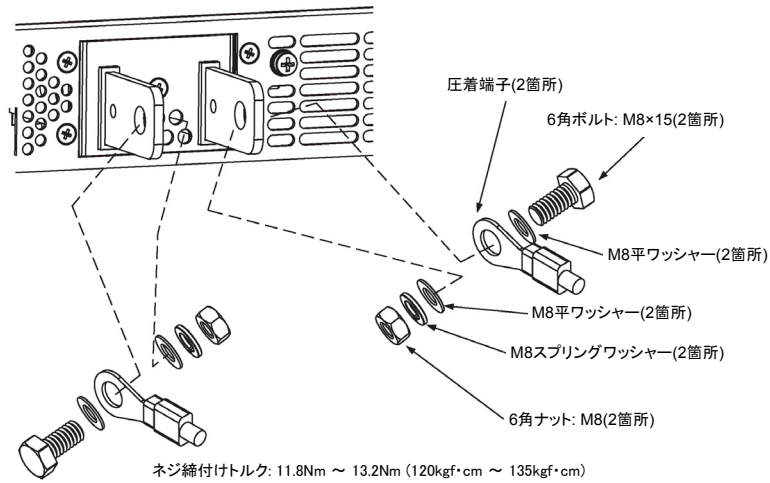

図 2-13 負荷線の接続方法
- ◆ 本器のバスバーに負荷線を接続する場合は、下図 2-13 を参照してください。